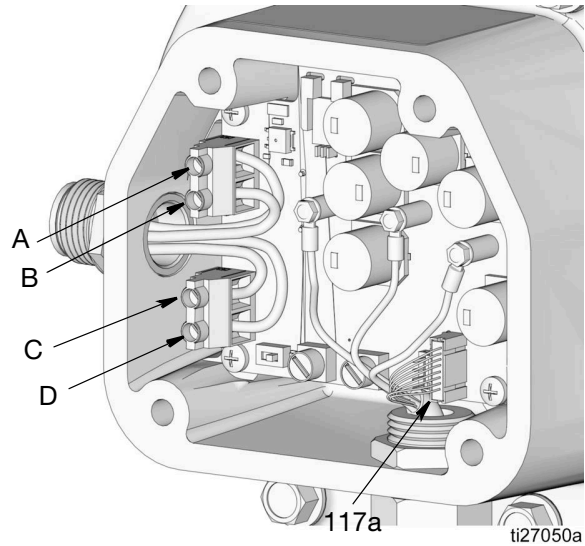

図 67
7. センサーケーブル (117a) をモーター制御ボードから取り外します (図 67)。
8. 電源入力 (A と B) とポンプ制御接続部 (C と D) (図 67 および制御パネル、13 ページを参照) の電源を切り離します。
2. 電源入力 (A と B) およびポンプ信号接続部 (C と D) に電源を接続します (図 67 および A、B、C、D、13 ページ)。5.5~7 in-lb のトルクで締めます (0.62 - 0.79 N•m)。